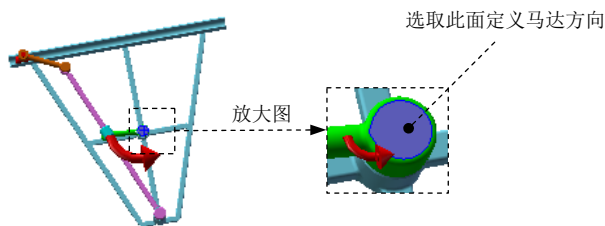

图 9.10.16 定义马达方向
Step10. 在“马达”对话框的 **零部件/方向(D)** 区域中激活马达方向，然后在图形区选取图 9.10.16 所示的模型表面，系统显示出马达方向如图 9.10.16 所示，在 **运动(M)** 区域的类型下拉列表中选择 **等速** 选项，调整转速为 100.0RPM，其他参数采用系统默认设置值。在“马达”对话框中单击  按钮，完成马达的设置。